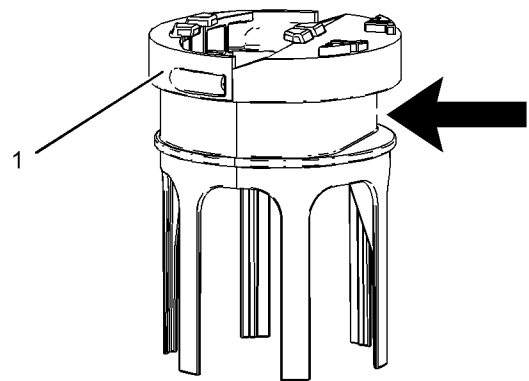

Ilustración 67
4. Quite el filtro de succión (4) de la parte inferior de las bobinas del cabezal tirando de las orejas (5). Reemplace con un filtro de succión nuevo.
6. Apriete la abrazadera de fleje $4,5 \pm 0,7 \text{ N}\cdot\text{m}$ ($40 \pm 6 \text{ lb}\cdot\text{pulg}$) y verifique que esté alineada, como se muestra en la ilustración 67, con la sección plana de la base del filtro (1). Asegúrese de que el filtro no se apretuje cuando apriete la abrazadera de fleje.